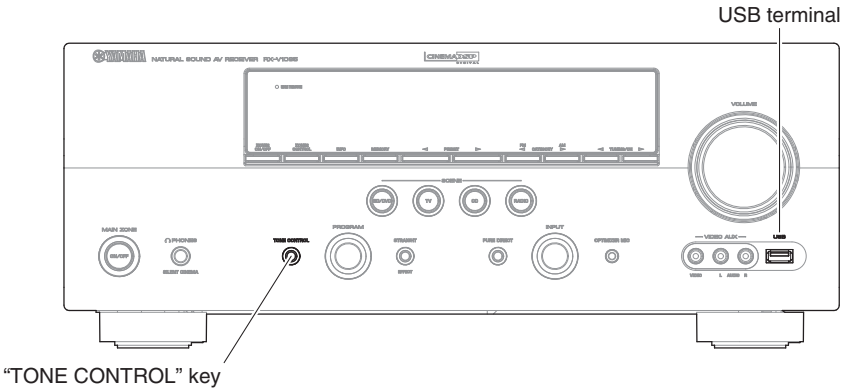

Fig. 2
1. Insert the USB storage device to the USB terminal of this unit. (Fig. 2)
2. While pressing the “TONE CONTROL” key of this unit, connect the power cable to the AC outlet. (Fig. 2)
1. 本機の USB 端子に USB フラッシュメモリーを差し込みます。(Fig. 2)
2. 本機の “TONE CONTROL” キーを押しながら、電源コードを AC コンセントに接続します。(Fig. 2)